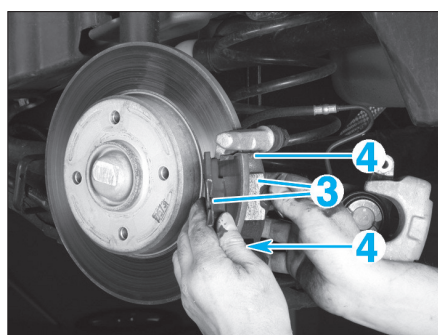

FIG. 7
- Ecarter l'étrier de frein, puis déposer les plaquettes (3) ainsi que les cales (4) (Fig.7).